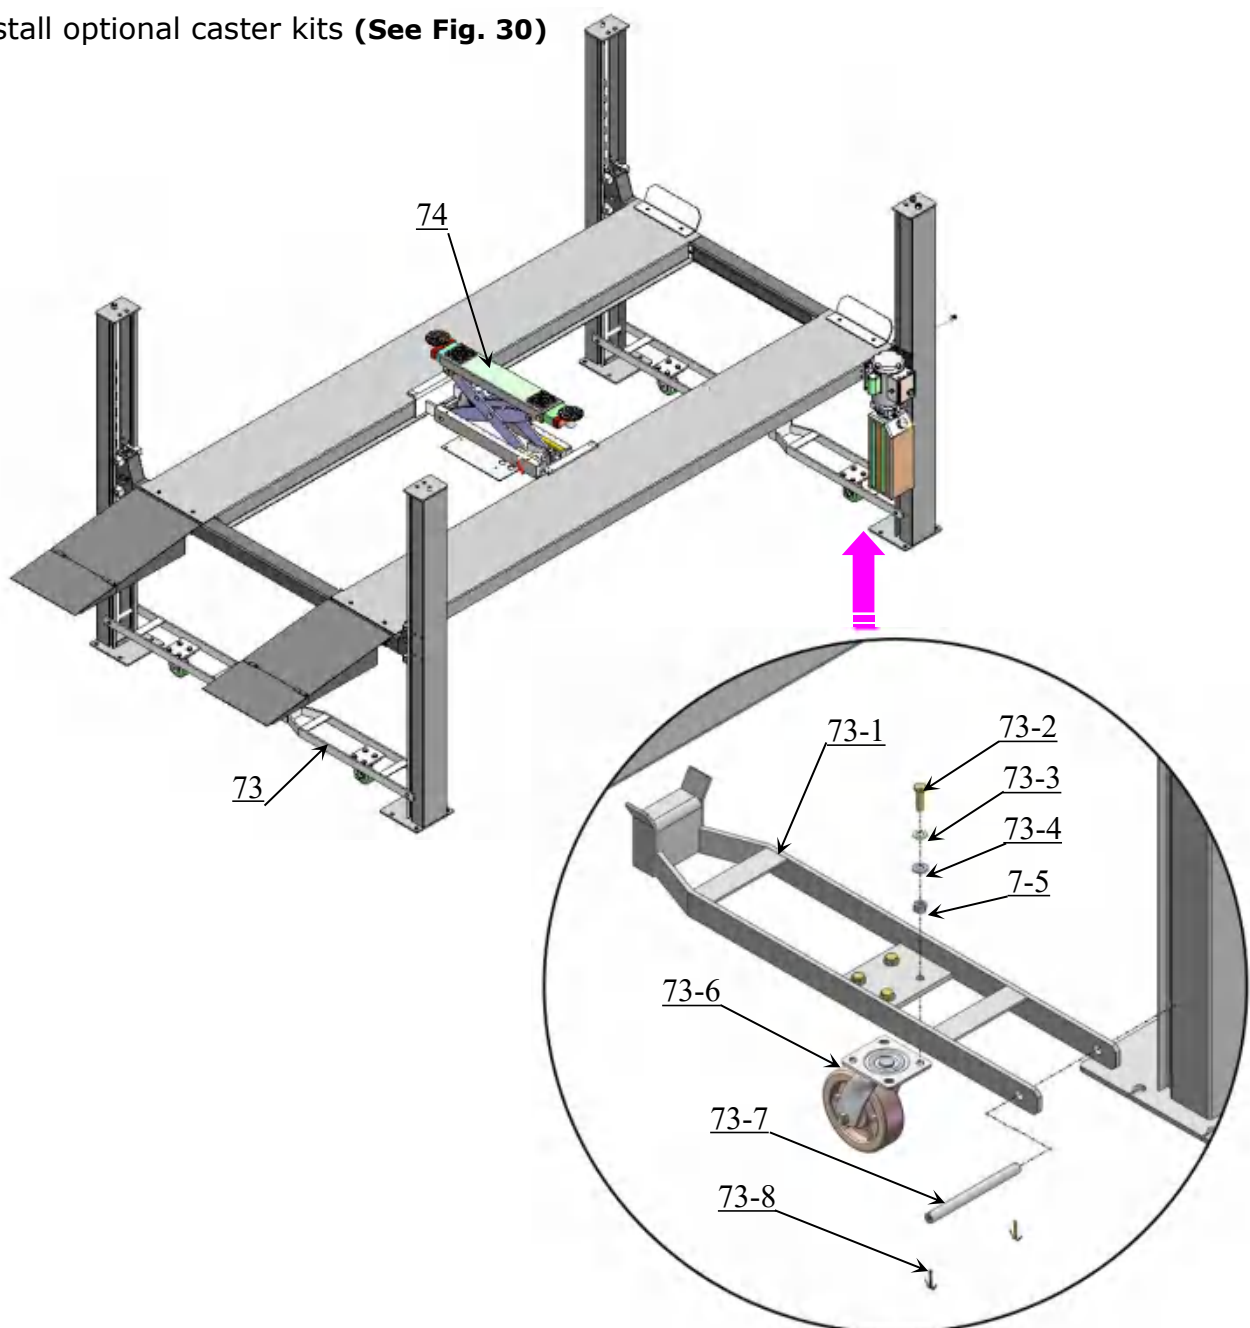

Fig. 30
1. Install optional caster kits (See Fig. 30)